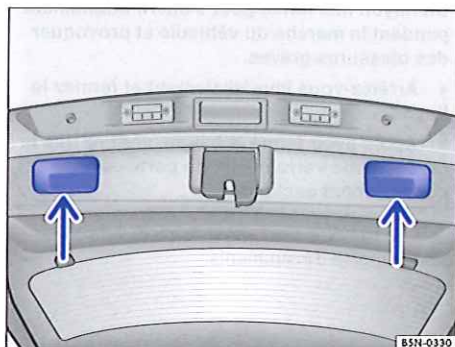

Fig. 36 Hayon ouvert : poignées concaves pour la fermeture
- Saisissez l'une des poignées concaves dans le revêtement intérieur du hayon \Rightarrow fig. 36 (flèche).